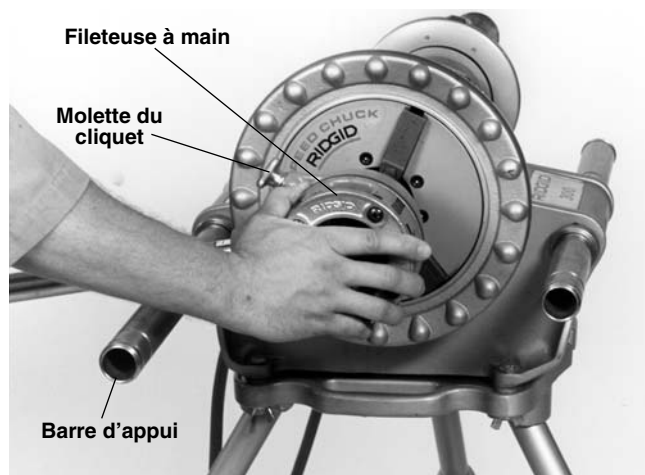

Figure 7 – Enfilage de la fileteuse à main sur le tuyau afin d'engager les filières
3. Reposez le bras du cliquet de la fileteuse à main sur la barre d'appui côté gauche (en regardant de face le système d'entraînement – Figure 7).
8. Poussez la tête de filière contre le tuyau avec la paume de votre main droite jusqu'à ce que les filières engagent le tuyau. Une fois engagés, les filières monteront d'elles-mêmes sur le tuyau pour effectuer le filetage (*Figure 7*).